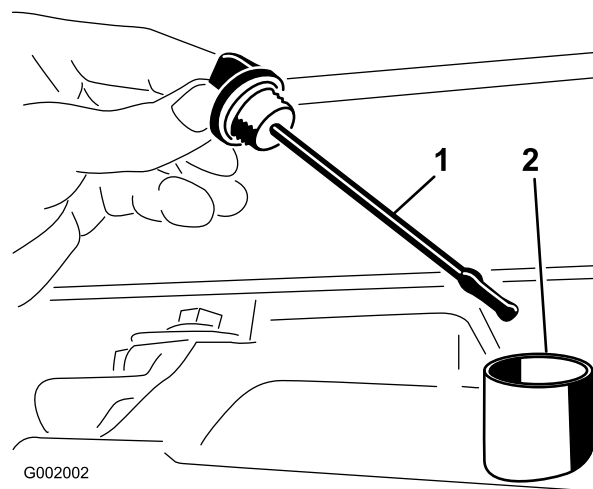

図 65
2. トランスアクスルのディップスティックを抜き、ウェスで一度きれいに拭く (図 65)。